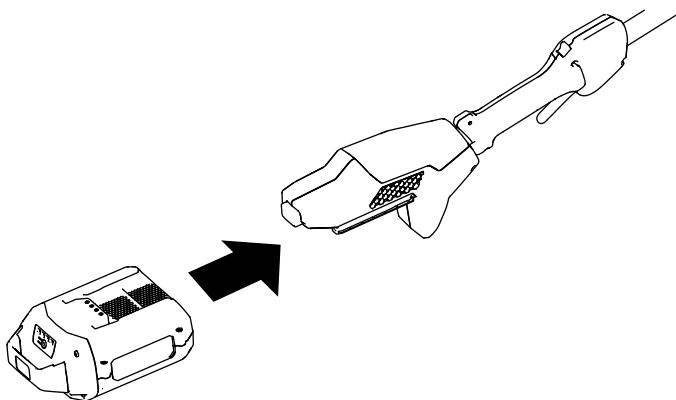

Bild 10
3. Fluchten Sie das Loch im Akkupack mit der Zunge im Griffgehäuse aus (Bild 10).